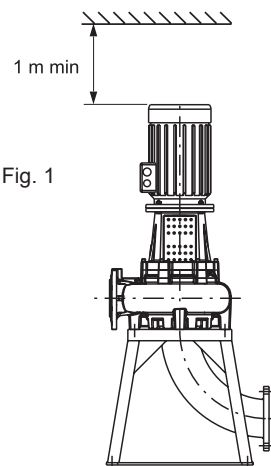

Fig. 1
- 1 - Electropompe disposée avec l'axe du rotor vertical sur un pied spécial et coude fixé par bride sur l'aspiration (fig. 1). **ATTENTION** En cas d'installation verticale et en extérieur, il est nécessaire d'avoir un moteur électrique doté d'un toit.